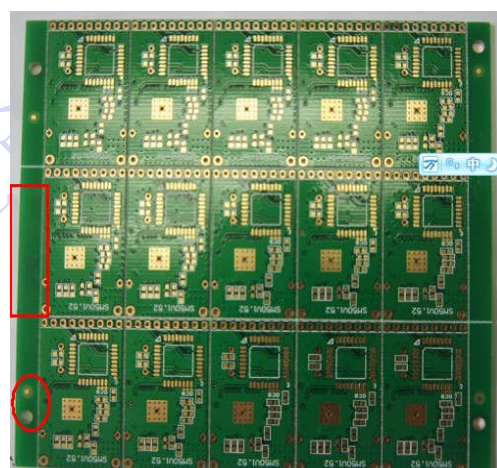

图 76
23) 如图 76 所示, 红色框内的是工艺边, 请问标准工艺单边是多少: (B)